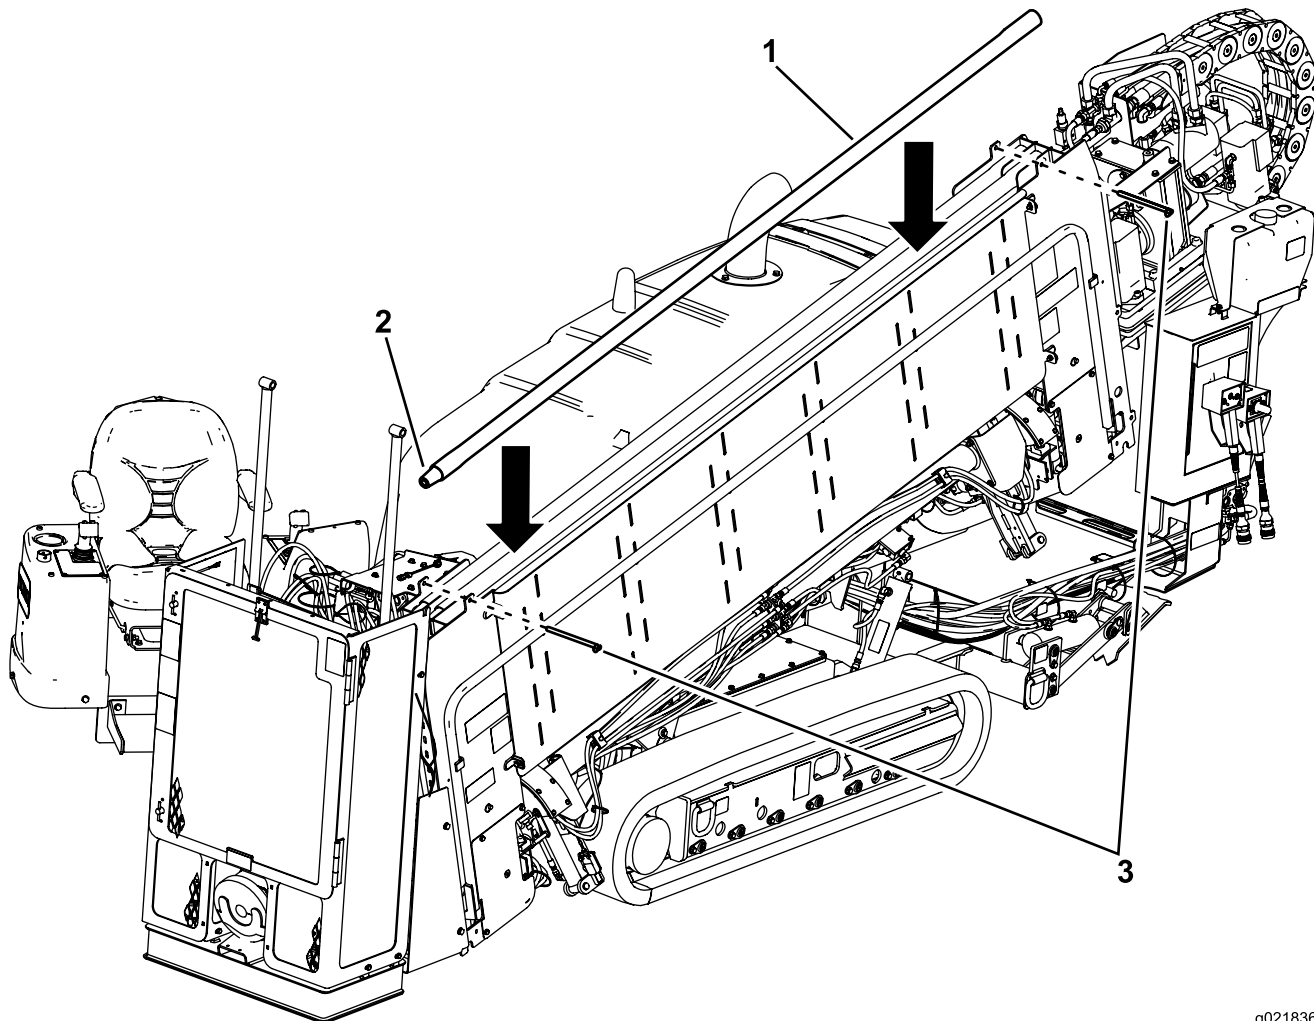

Figura 68
1. Retire os pinos do porta-hastes (Figura 68).
2. Introduza as hastes pela parte superior, com as extremidades com rosca macho voltadas para a dianteira da máquina (Figura 68).